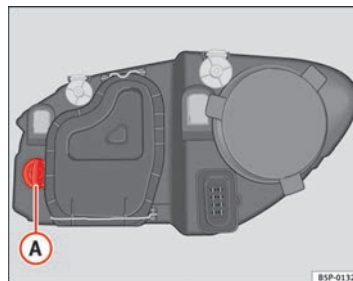

Abb. 163 Glühlampe für
- Den Lampenträger ⇒ Abb. 163 **A** nach links drehen und ziehen.